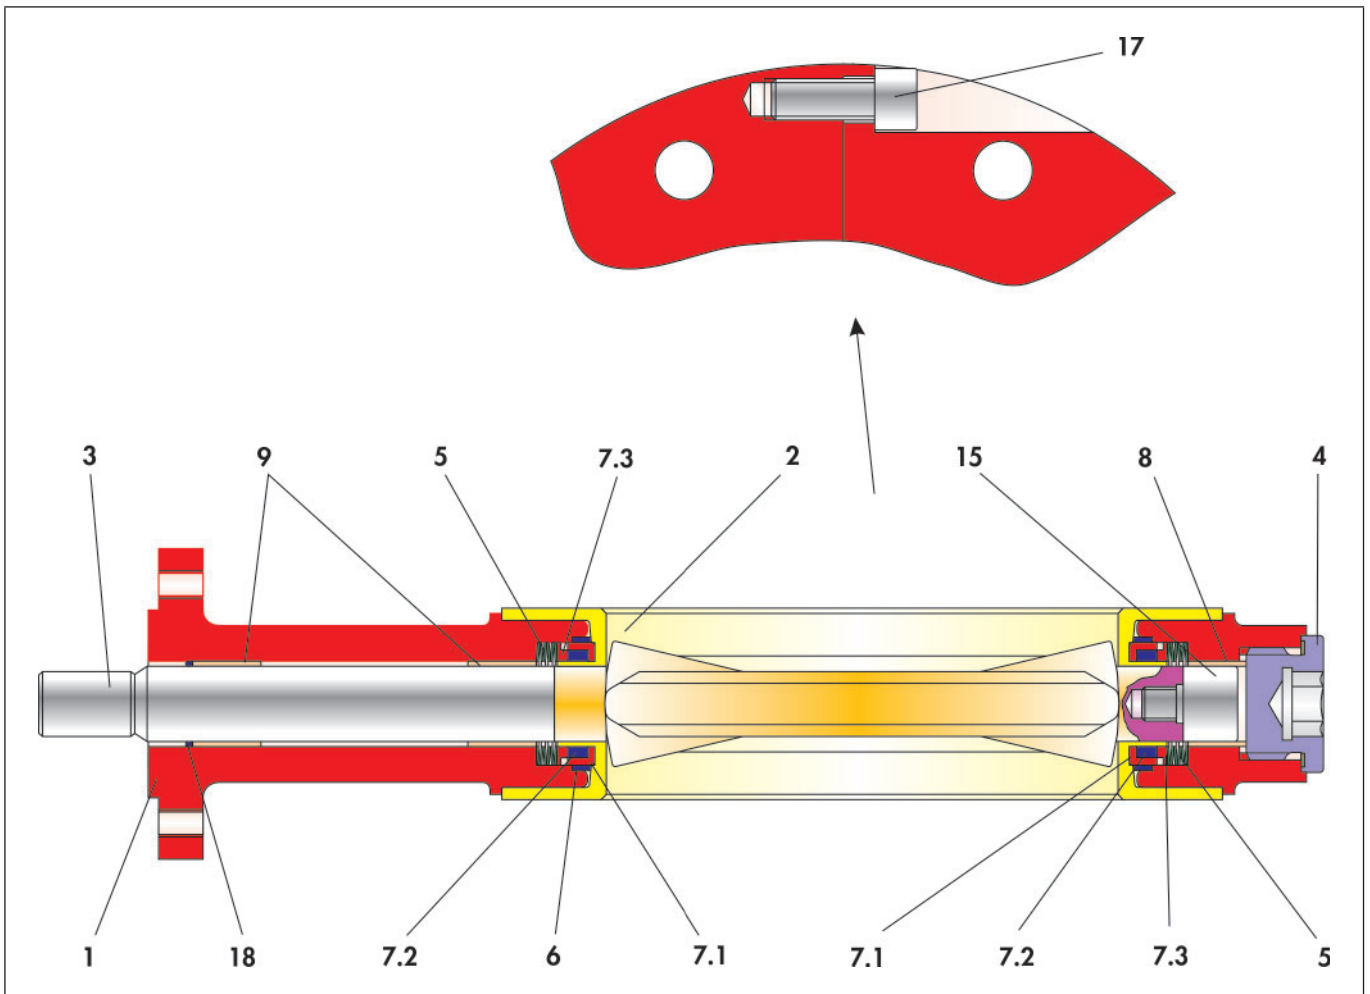

Bild 3-3: Schnittzeichnung der Klappe BR 10e
- ⇒ Scheiben (7.1) von beiden Enden über die Klappenwelle (3) und die Lagerkragen des Liners (2) legen.
- ⇒ Einlage (6) um Liner (2) legen, dabei Bohrungen der Einlage um Lagerkragen einpassen.
- ⇒ Lagerschraube (15) in den Lagerzapfen der Klappenscheibe (3) schrauben.
- ⇒ Lagerbuchse (8) in Wellendurchführung der unteren Gehäusehälfte (1b) einbringen.
- ⇒ Tellerfedersatz (5), bestehend aus 6 Tellerfedern, in die entsprechende Stelle der Gehäusehälfte (1b) einlegen. Anordnung der Tellerfedern ist Bild 3-3 zu entnehmen.
- ⇒ Lagerbuchsen (9) in die Wellendurchführung der oberen Gehäusehälfte (1a) einbringen.
- ⇒ Tellerfedersatz (5), bestehend aus 6 Tellerfedern, in die entsprechende Stelle der Gehäusehälfte (1a) einlegen. Anordnung der Tellerfedern ist Bild 3-3 zu entnehmen.